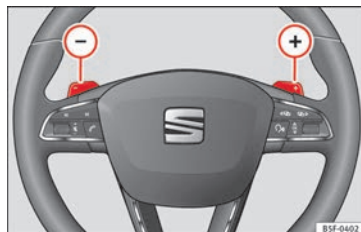

Fig. 189 Volante: alavancas para caixa de velocidades automática.
- Pressione a alavanca de mudanças  para engrenar uma mudança mais alta » **Fig. 189.**